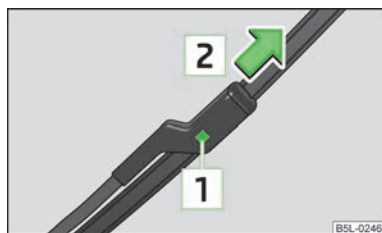

Fig. 37
- Presionar el seguro » fig. 37 para desbloquear la escobilla y extraer en el sentido de la flecha .